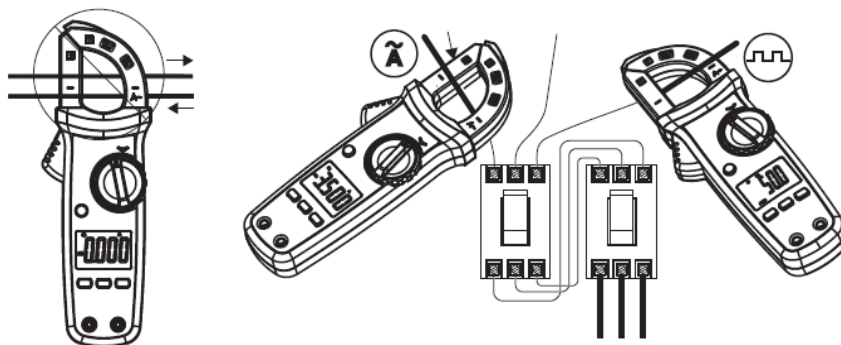

Fig. 2
**VII. Efectuarea măsurătorilor****1. Măsurarea curentului și frecvenței AC (vezi fig. 2)**